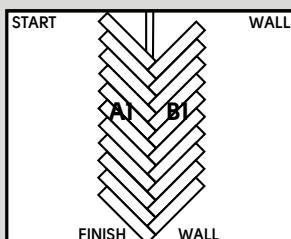

Figure. 6
- Continuez à poser les lames sans les découper, en les mettant dans le sens opposé. Vérifiez que les lames posées sont bien droites sur les lignes (Figure 6).